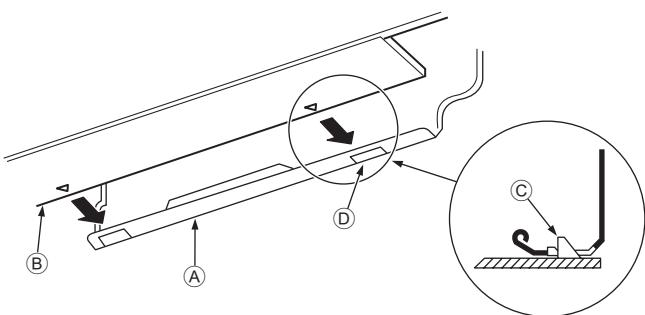

Рис. 3-15
- Устанавливая трубы хладагента и дренажа в отверстие на стене (муфту), подвесьте верхнюю часть внутреннего блока к монтажной плате ①.
- Закрепите блок, вдвинув его нижнюю часть в монтажную плиту ①. (Рис. 3-15)
* Убедитесь, что нижние фиксаторы внутреннего блока надежно встали в монтажной плате ①.